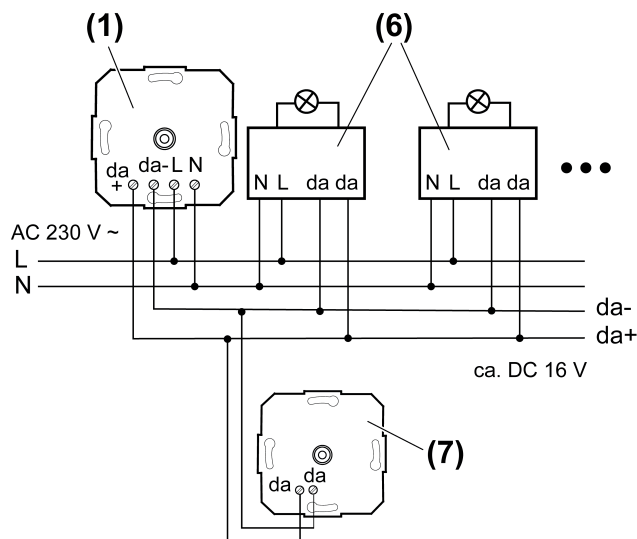

Figure 3
- (1) Potentiomètre DALI avec bloc secteur
- (6) Participant DALI, p. ex. ballast électronique DALI
- (7) Potentiomètre DALI sans bloc secteur
- Brancher le potentiomètre DALI et le ballast électronique DALI selon l'exemple de branchement (figure 3). Lors de cette opération, respecter les instructions du fabricant du ballast électronique.